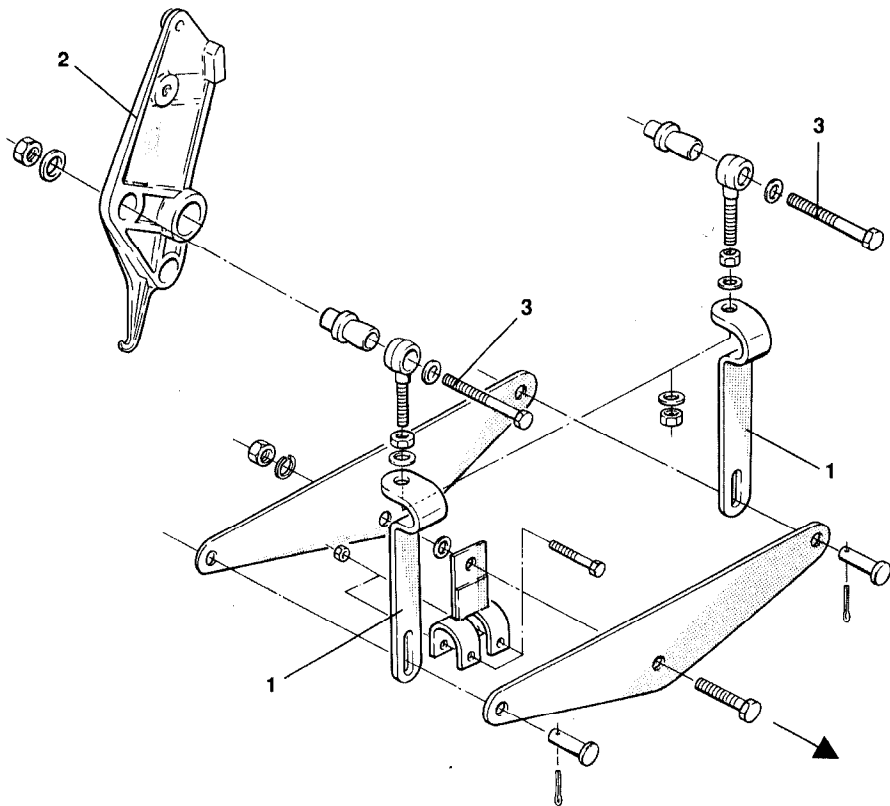

Fig. 4
- Beide Druckstangen (Fig. 4/1) demontieren und von **vorn** an die Schaltplatten (Fig. 4/2) anschrauben. Dazu sind nur die zwei Skt.-Schrauben (Fig. 4/3) zu lösen, der untere Teil des Schaltautomaten umzudrehen und wieder festzuschrauben.